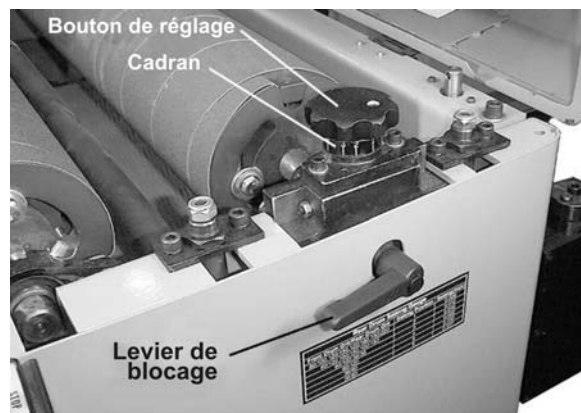

Figure 13
1. Desserrez les leviers de verrouillage (Fig. 13) des deux côtés de la machine en les faisant pivoter en sens antihoraire.
4. Serrez les leviers de verrouillage (Fig. 13) en tournant dans le sens horaire avant d'utiliser la ponceuse.